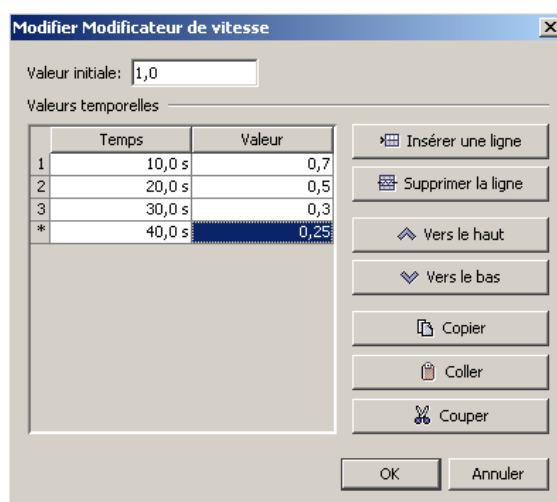

Figure 3.14 : le dialogue Éditer le modificateur de vitesse
- **Modificateur de vitesse** : un facteur variable dans le temps qui influence la vitesse de chaque occupant qui se déplace dans la pièce. Lorsque les occupants se déplacent dans la pièce, leur vitesse maximum est multipliée par ce facteur. Cette fonctionnalité peut être utilisée, par exemple, pour représenter l'effet de la fumée sur la vitesse des occupants. Par défaut, le modificateur est de 1,0 tout au long de la simulation. Pour modifier cela, cliquez sur le lien. Le dialogue **Modifier le modificateur de vitesse** s'affiche, comme illustré à la figure 3.14. Dans cet exemple, la vitesse des occupants de la pièce reste d'abord maximale, mais au cours des 40 premières secondes, elle se réduit jusqu'à atteindre 25 % de leur valeur initiale.